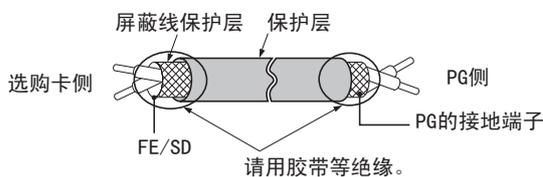
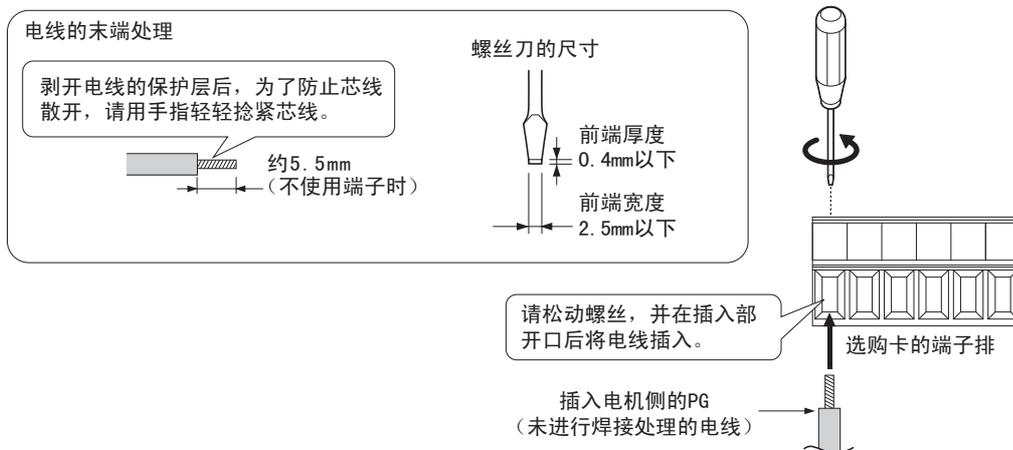

图 87 屏蔽线的线头处理
图 88 电线线头的处理与接线
2. 在变频器侧的接地端子 (I) 上只有 2 个螺孔。安装 3 张选购卡时, 请将导线的端子重叠连接。
4. 请参考图 87 和图 88, 对电线的线头进行处理。关于接线时的紧固力矩, 请参照“电线尺寸和紧固力矩”(119 页)。请确认所有的电线是否确实固定、电线的包层是否卡入端子排的插入部。此外, 请切除外露的芯线。